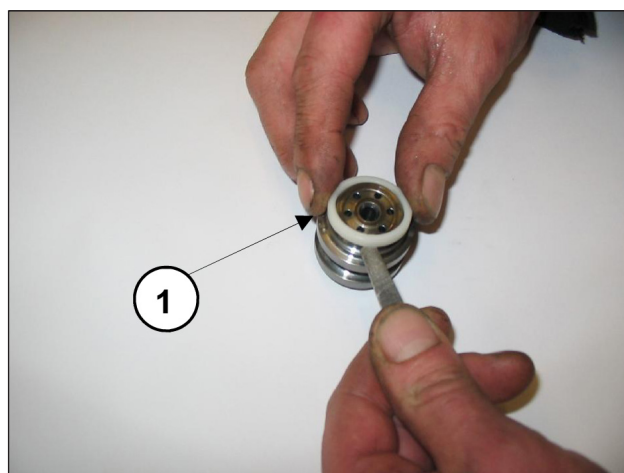

图43
- 抽出阀座①，如图43所示，检查各部件的磨损状态，如有必要则进行更换。